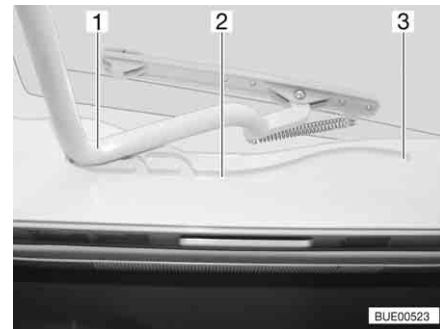

Fig. 87 Oblò Heki, guida
- Tirare la staffa (Fig. 87,1) nelle guide (Fig. 87,2) fino alla posizione più all'indietro (Fig. 87,3).
- Spingere la staffa (Fig. 87,1) leggermente verso l'alto con ambedue le mani.
- Tirare la staffa nelle guide (Fig. 87,2) fino alla posizione desiderata.